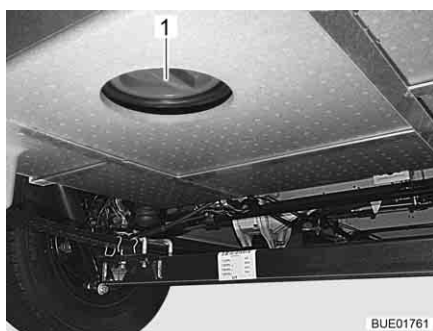

Bild 230 Rengöringsöppning avloppstank
- Öppna avloppstankens rengöringsöppning (Bild 230, 1) och avtappningskranen.